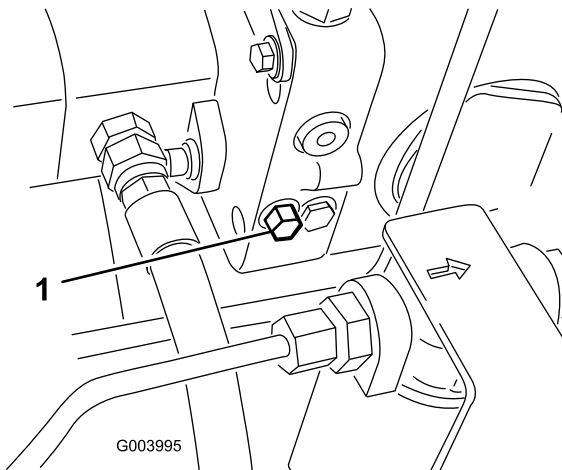

Figura 42
1. Localize a válvula de derivação no lado esquerdo do hidróstato (Figura 42) e rode o parafuso 1-1/2 voltas para abrir e permitir a passagem do óleo internamente.